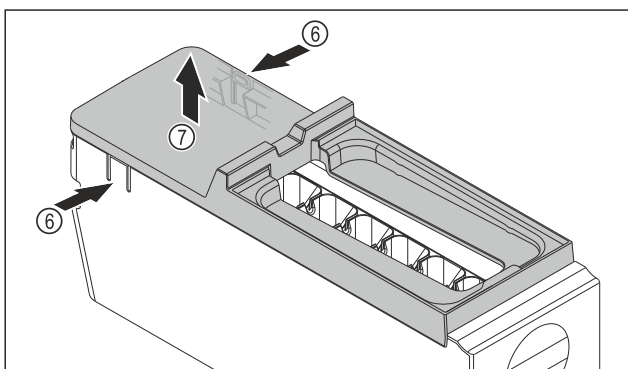

Fig. 112
- ▶ Extraer la cubierta del EasyTwist-Ice: Presionar con la mano las lengüetas Fig. 112 (6) a ambos lados del cuerpo del EasyTwist-Ice.
- ▶ Sacar la cubierta Fig. 112 (7) con la otra mano tirando hacia arriba.